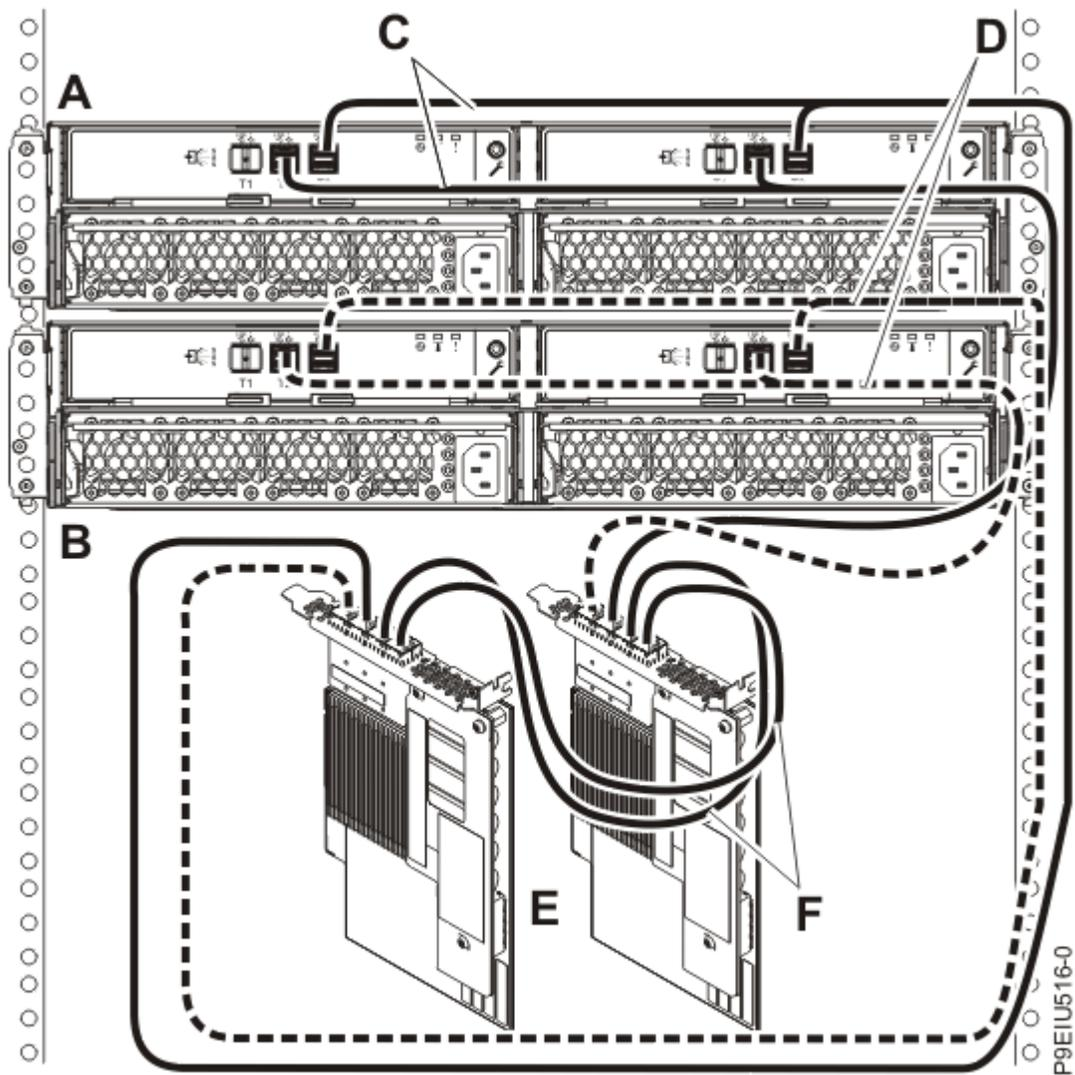

Figure 16. Connexion de mode 1 de deux armoires de stockage ESLL ou ESLS via des câbles YO12 à une paire d'adaptateurs SAS FC EJ0L ou FC EJ14 avec des câbles AA
16. Effectuez ensuite une connexion de mode 1 de deux boîtiers (**A et B**) via des câbles YO12 (**C et D**) à une paire d'adaptateurs SAS FC EJ0L ou FC EJ14 (**E**) avec des câbles AA (**F**), comme illustré à la Figure 16, à la page 22, puis passez à la section «Connexion des câbles et des cordons d'alimentation et installation des capots», à la page 30.